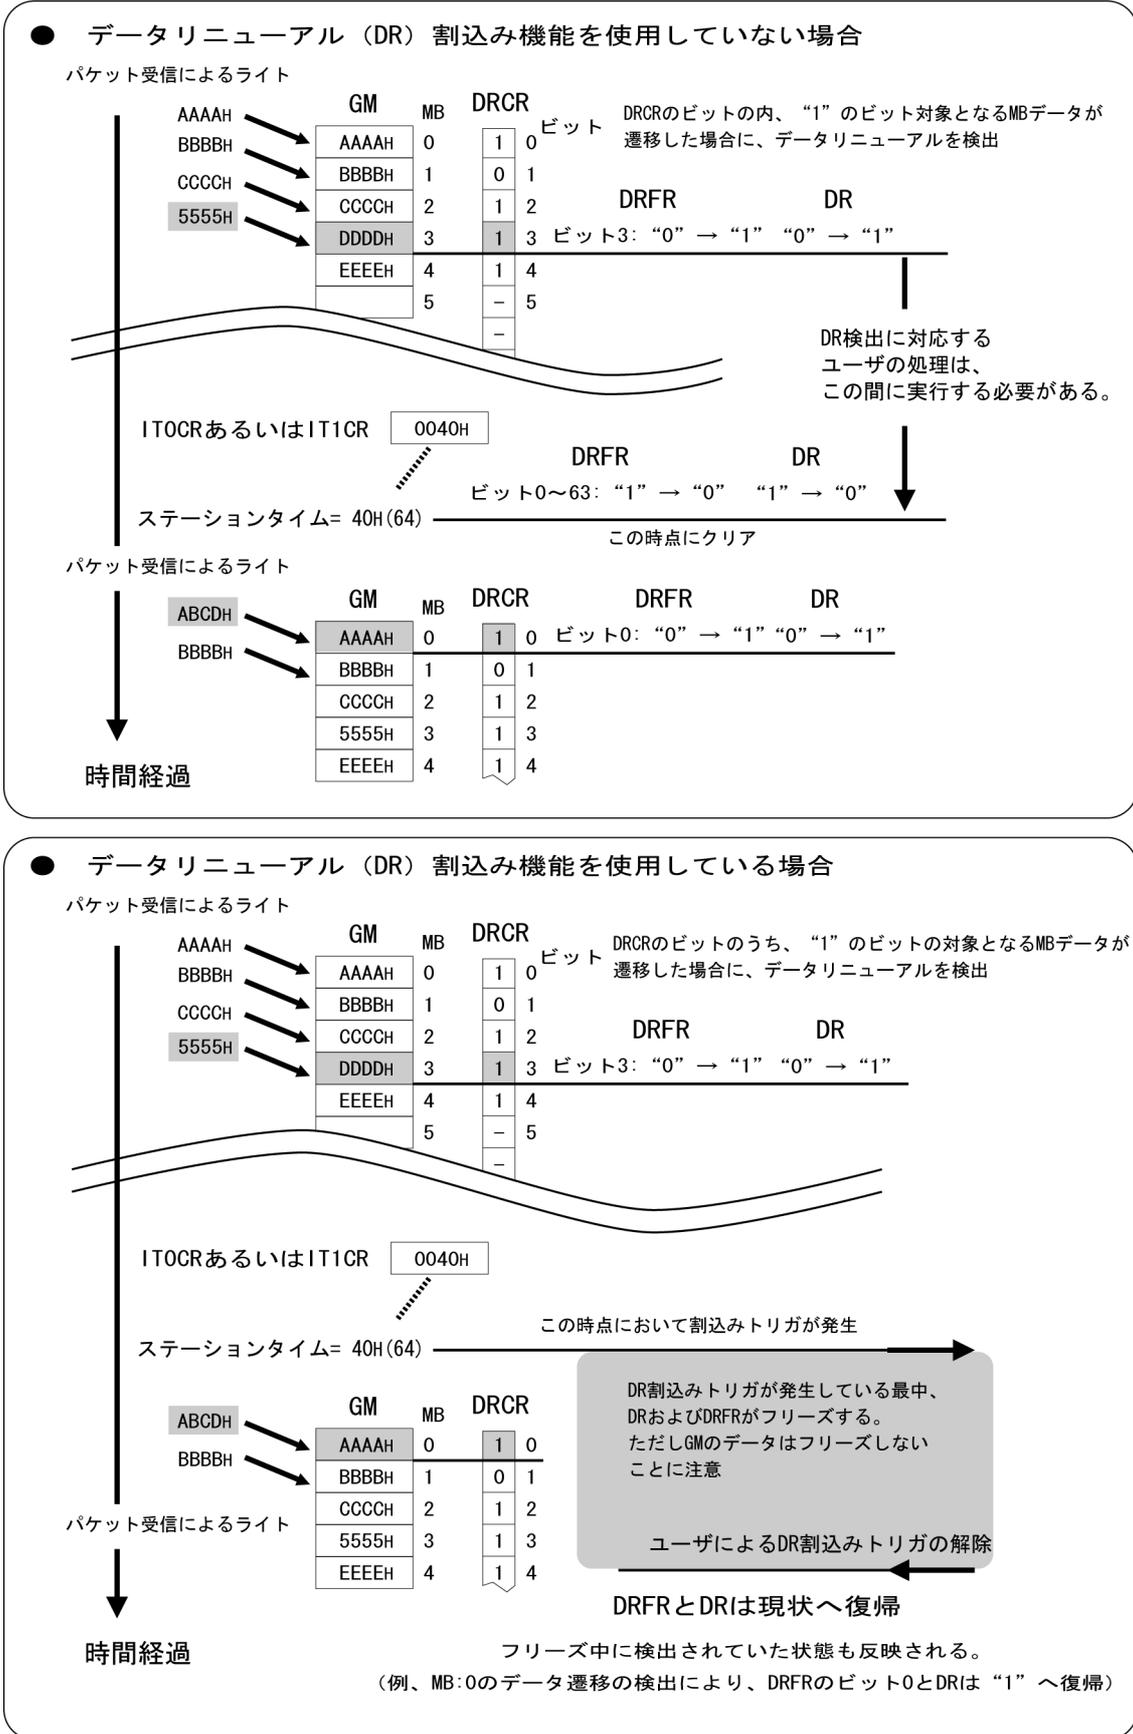

図4.18 時間経過に対するデータリニューアル検出の概要
SSR (System Status Register) のビット 11 (DR : Data Renewal) および DRFR (Data Renewal Flag Register) の各ビットが“0”から“1”へ遷移するタイミングは、他の CUnet ステーションからのパケットを受信しメモリデータ共有動作に基づくデータ複写 (Copy) のためにグローバルメモリ内のデータが以前と異なる新たなデータに更新された時です (図 4.18 参照)。
SSR のビット 11 (DR) および DRFR の各ビットが“1”から“0”へ遷移するタイミングは、MKY40 利用の環境によって以下の3つのいずれかです (図 4.18 参照)。
- ① IT0CR のビット 8 ~ 14 へライトされている時刻 (INT1CR の DR ビットが“1”の場合は、IT1CR のビット 8 ~ 14 へライトされている時刻) の先頭時期です。**“4.5.6 割込みトリガ発生時期指定の注意”** および **“4.5.7 DR (Data Renewal) 割込みトリガ利用上の注意”** に記述されているデータリニューアル割込みの発生タイミングも参照してください。
- ② ただし、**“4.5 割込みトリガ発生機能”** に記述されているデータリニューアル割込みトリガがアクティブとなった場合は即座に“0”へ遷移せず、一旦フリーズ (その時の状態が継続) します。その後ユーザのレジスタ操作によってデータリニューアル割込みトリガの発生を解除した時点において、その時点の状況が DRFR へ反映されます。詳細については **“4.5.8 割込みトリガ発生に連動するレジスタのフリーズ”** を参照してください。
- ③ **“4.4.9 GMM (Global Memory Monitor) 機能”** に記述されている SCR (System Control Register) のビット 15 (GMM) が“1”である時は、“1”から“0”へ遷移するタイミングはサイクルの先頭 (ステーションタイム = 0) です。これは、GMM として利用している MKY40 に自己ステーションの時刻が存在しないことに起因します。